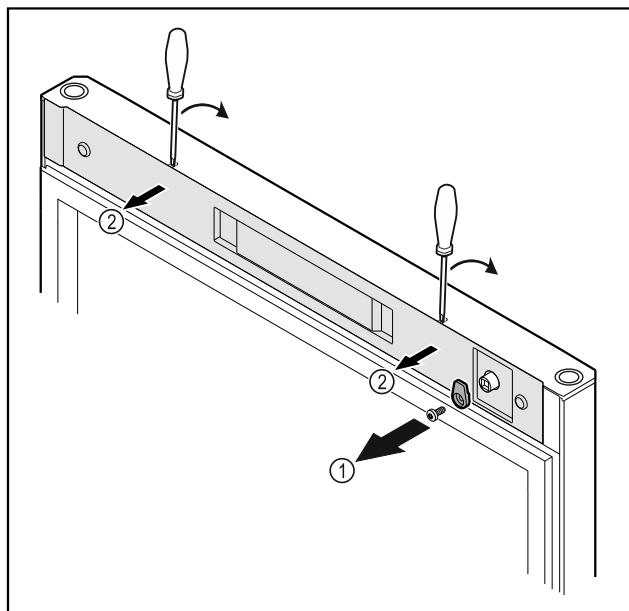

Fig. 20
- Відкрутити запірний гачок Fig. 20 (1).
- За допомогою малої викрутки зніміть з фіксатора кришку Fig. 20 (2) і видаліть.